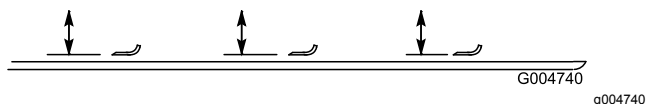

Figura 109
- Girate la lama fino a disporla in parallelo con la lunghezza della macchina (Figura 109). Misurate la distanza tra l'interno dell'apparato di taglio e il tagliente sulla parte anteriore della lama. Ricordate questa misura.